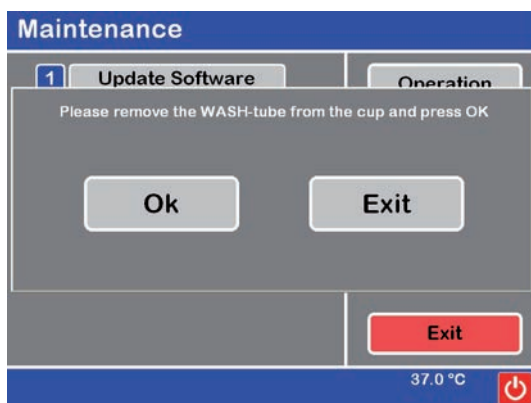

Рисунок 17 Хранение анализатора modular pro
- Вставьте подающие трубки промывочного раствора в емкость с дистиллированной водой согласно инструкции на дисплее (см. рисунок 17).